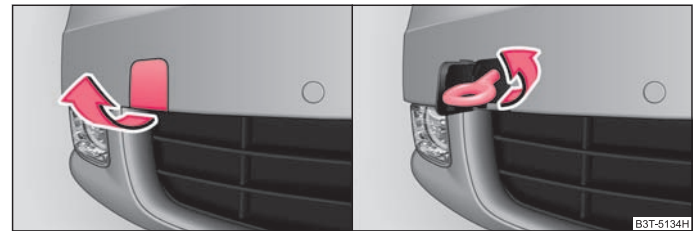

Fig. 203 Bara de protecție față: Demontarea capacului / Montarea inelului de tractare
- Scoateți capacul din bara de protecție față ⇒ fig. 203 - stânga.
- Înșurubați cârligul de tractare spre stânga până la limită ⇒ fig. 203 - dreapta și strângeți-l cât de mult posibil. Pentru strângere, vă recomandăm de exemplu să utilizați cheia de roți*, inelul de ancorare al unui alt autovehicul sau un alt obiect asemănător, pe care să îl puteți introduce în cârlig.